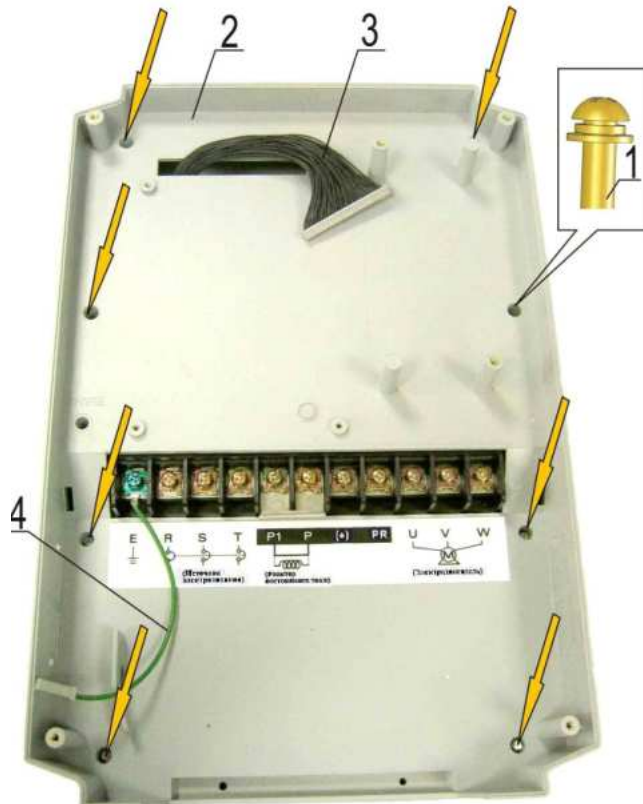

Рис. 7.18
7.7.1. Установить среднюю часть корпуса 2, продев в переходные отверстия корпуса жгут 3 и заземляющий провод 4. Вкрутить восемь винтов 1 (рис. 7.18).